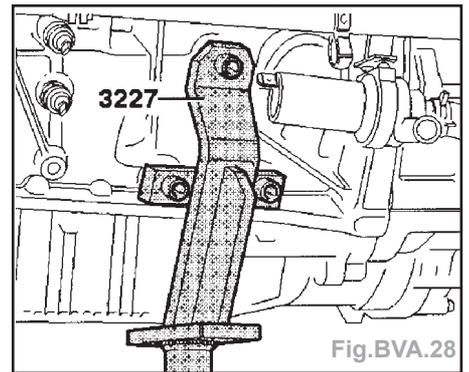

Fig.BVA.28
- Visser le support-moteur (outil 3227 pour moteur 5 cyl. et outil 3230 pour moteur 4 cyl.) au bloc-moteur (Fig.BVA.28).